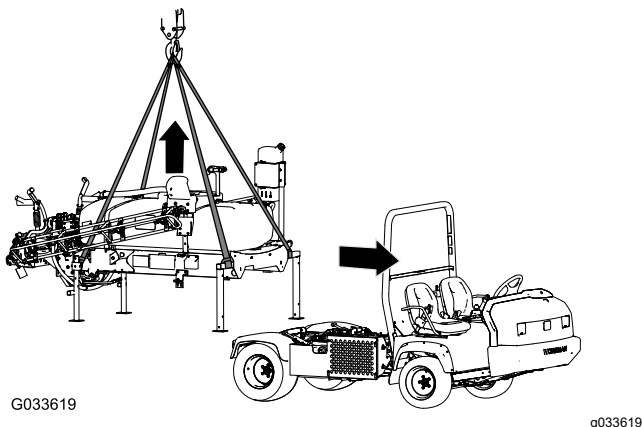

Bild 138
1. Senken Sie die Ausleger auf ca. 45° ab und schwenken Sie sie nach vorne (Bild 138).
5. Befestigen Sie die Hebevorrichtung an den horizontalen Rohren der vorderen Stützböcke und der vertikalen Strebe der hinteren Stützböcke (Bild 138).
7. Heben Sie das Behältergestell so weit an, dass das Gestell nicht die Maschine berührt (Bild 138).